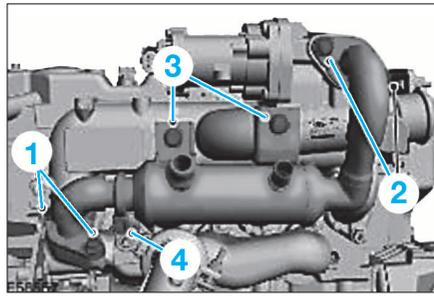

FIG. 26
- Serrer à la main les vis de fixation du refroidisseur EGR, puis les serrer au couple de 2,3 daN.m dans l'ordre indiqué (Fig.26).